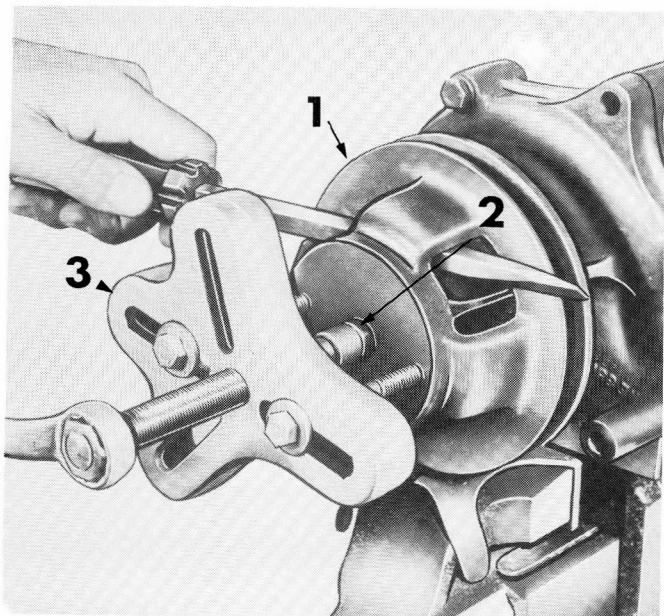

FIGURE 82 : Dépose de la poulie de pompe à eau — 1 = Poulie, 2 = Manchon, 3 = Extracteur 518.
3. A l'aide de l'extracteur n° 518 et d'un manchon légèrement plus petit que l'arbre de poulie, extraire la poulie de l'arbre (Figure 82).